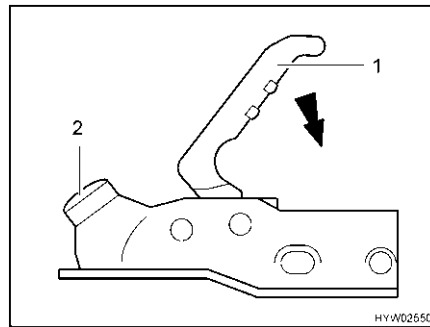

Fig. 1 Gancio di traino AK 300/160
- Applicare il gancio di traino aperto (Fig. 1) sul gancio a sfera della motrice. Il gancio di traino si innesta autonomamente facendo sentire uno scatto. La maniglia ritorna automaticamente nella posizione iniziale.
- Quindi premere verso il basso la maniglia del gancio (Fig. 1,1) con la mano (non con il piede). La chiusura e il bloccaggio sono automatici.
- Eseguire un controllo a vista: Il cilindro verde dell'indicazione di sicurezza (Fig. 1,2) deve essere ben visibile.